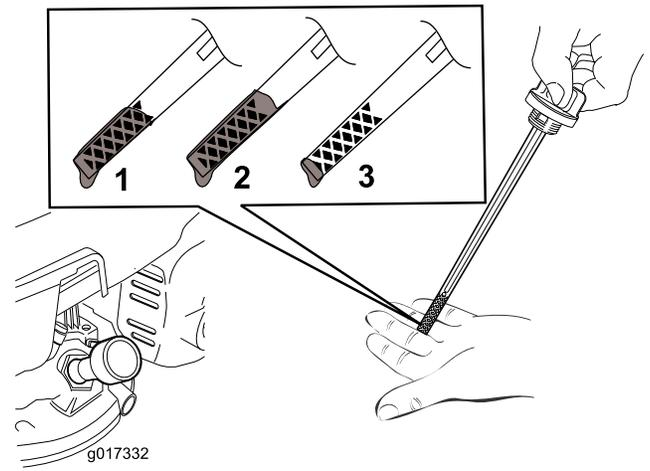

Figura 11
**Nota:** Llene el cárter con aceite hasta que la varilla indique que el nivel del aceite del motor es correcto, según se muestra en Figura 11. Si usted llena demasiado el motor, vacíe el exceso de aceite siguiendo las instrucciones de la sección Cómo cambiar el aceite del motor.
5. Para determinar el nivel de aceite correcto, consulte Figura 11.